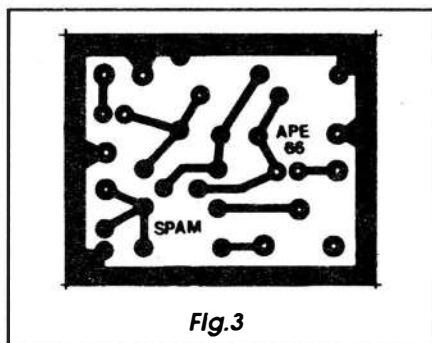

Fig.3
- **FIG. 3 - LAY OUT DO CIRCUITO IMPRESSO ESPECÍFICO** - O lado cobreado da plaquinha, em tamanho natural, mostra (como é convencional, aqui em